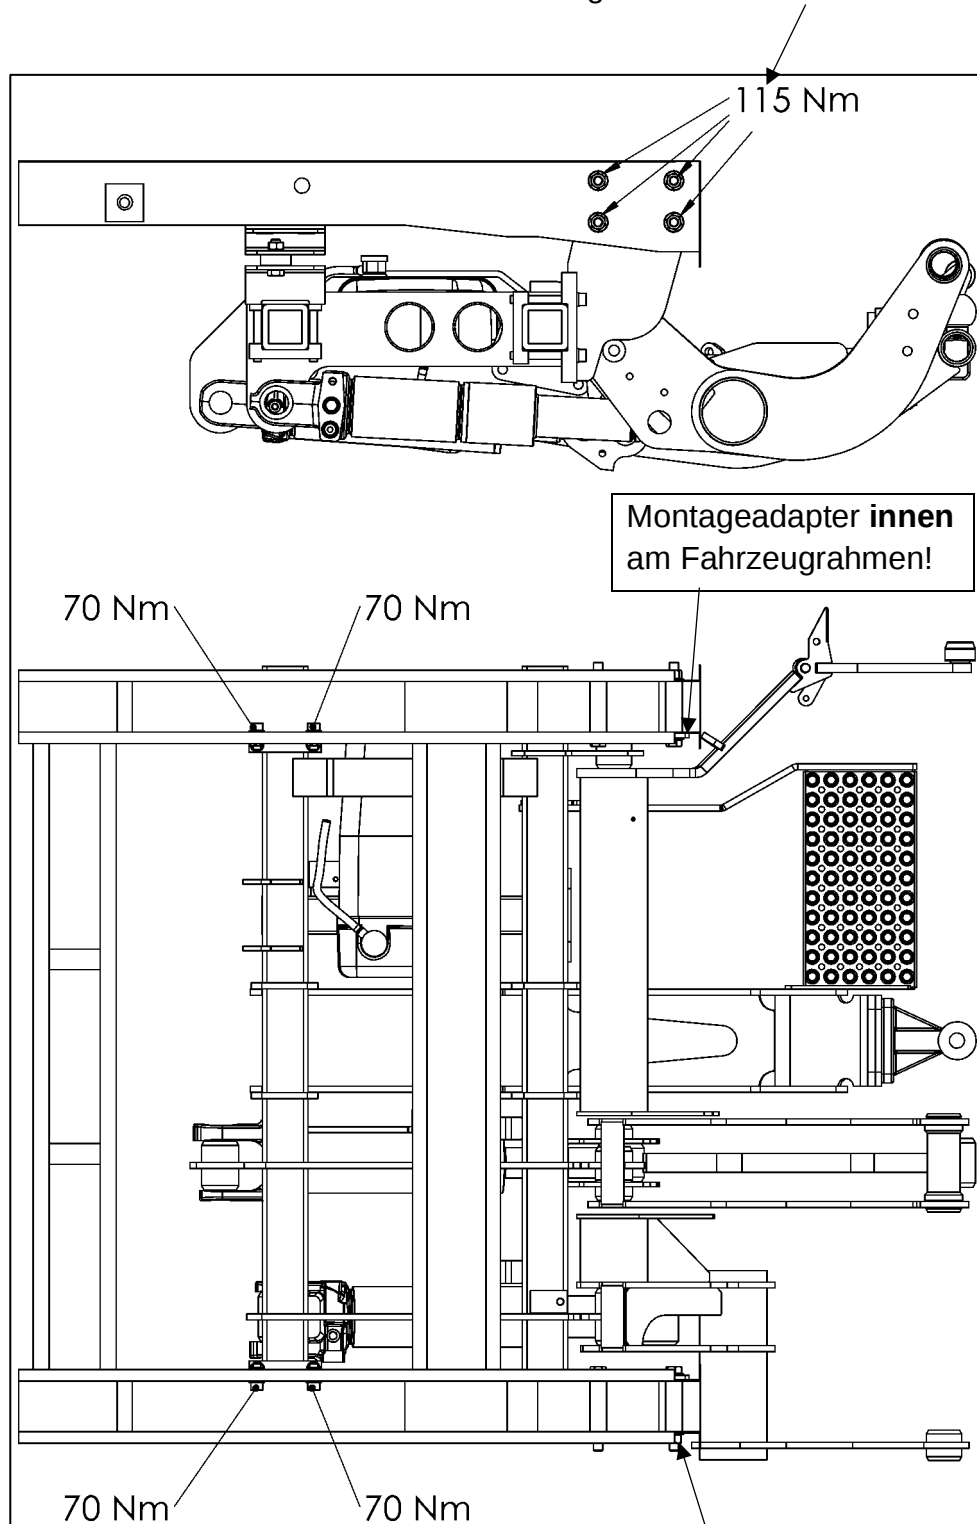

Abbildung 37
- Hubwerk (mit Adaptern) mit dem Fahrzeug verschrauben und mit einem Drehmoment von 115 Nm hinten und 70 Nm vorne festziehen (siehe Abbildung 37).